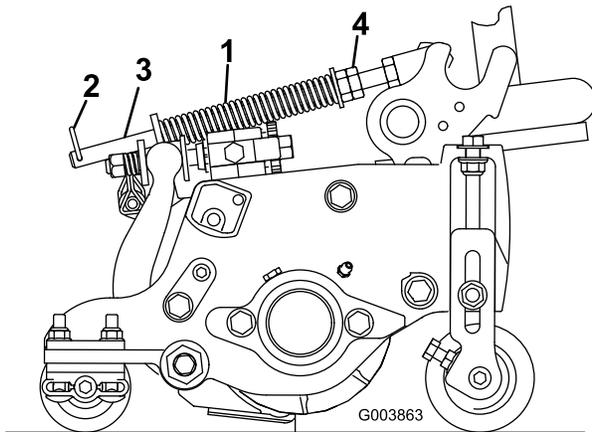

Figure 12
Le ressort de compensation (Figure 12) transfère aussi le poids du rouleau avant au rouleau arrière. (Cela évite la formation d'ondulations à la surface de la pelouse.)
1. Vérifiez que la goupille fendue est insérée dans le trou de la tige de ressort (Figure 12).
2. Serrez les écrous hexagonaux sur l'extrémité avant de la tige de ressort jusqu'à ce que la longueur du ressort comprimé soit égale à 12,7 cm sur la Reelmaster 5210 et 5410 à plateaux de coupe de 12,7 cm ou à 15,9 cm sur la Reelmaster 5510 et 5610 à plateaux de coupe de 17,8 cm (Figure 12).